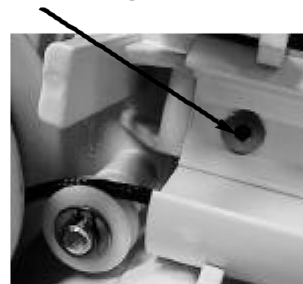

Bild 7.4.2
- die Kopfplatten der Kästen müssen durch zusätzliche Schrauben mit den Transport- und Kopplungsprofilen verschraubt werden; die Verschraubung Bild 7.4.2 erfolgt von der Innenseite (dies ist die Seite in der die Laufwagen laufen) der Profile